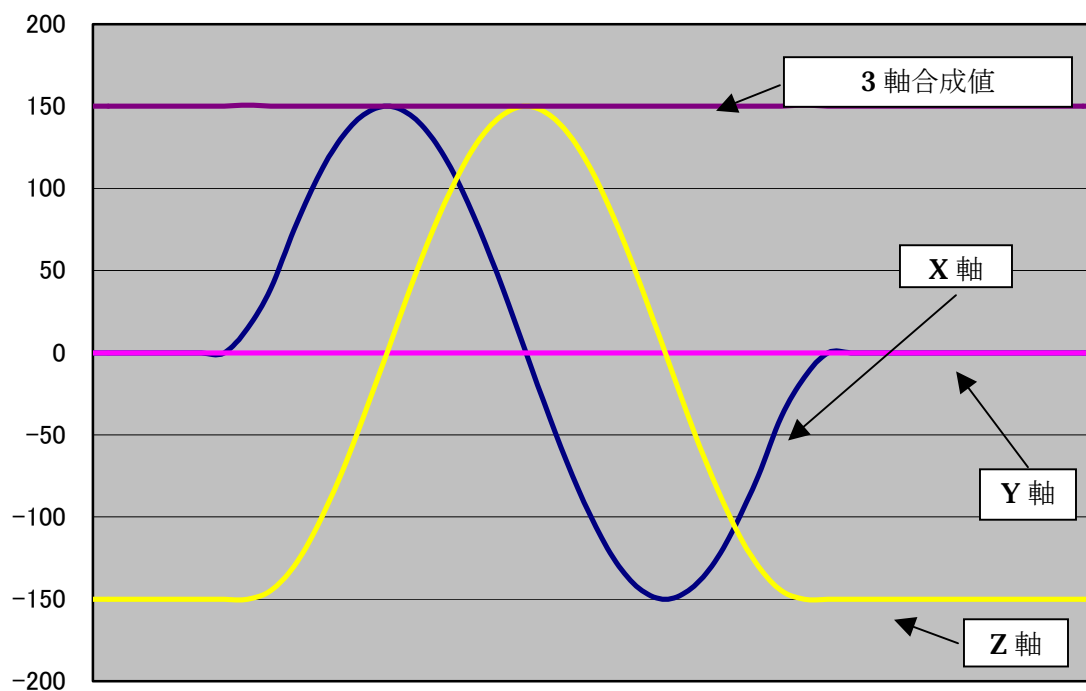

図 12 センサーを X 軸方向に一回転傾斜させたときのデータグラフ
- 傾斜 (図 12 センサーを X 軸方向に一回転傾斜させたときのデータグラフ)